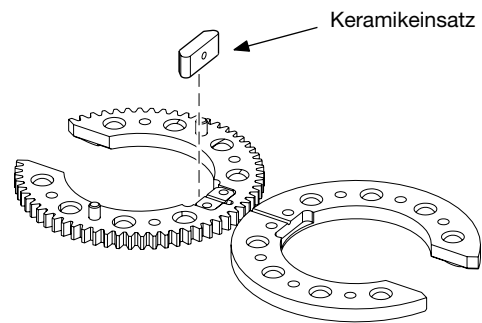

Abbildung 41 Entfernen des Keramikeinsatzes
7. Keramikeinsatz entfernen. Siehe Abbildung 41.